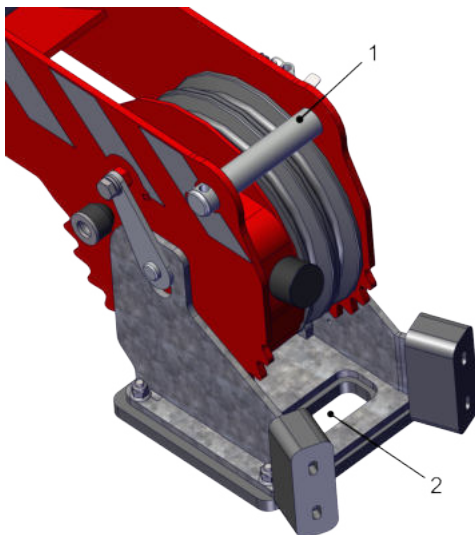

Abbildung 4.12 Seil positionieren
5. Bringen Sie das Seil über dem Windenkopf an. Entfernen Sie zunächst den oberen Bolzen (1) im Windenkopf. Legen Sie das Seil über die mittlere Seilrolle und befestigen und sichern Sie den oberen Stift wieder. Führen Sie das Seil richtig durch den Windenanschlag (siehe Abbildung 4.12).